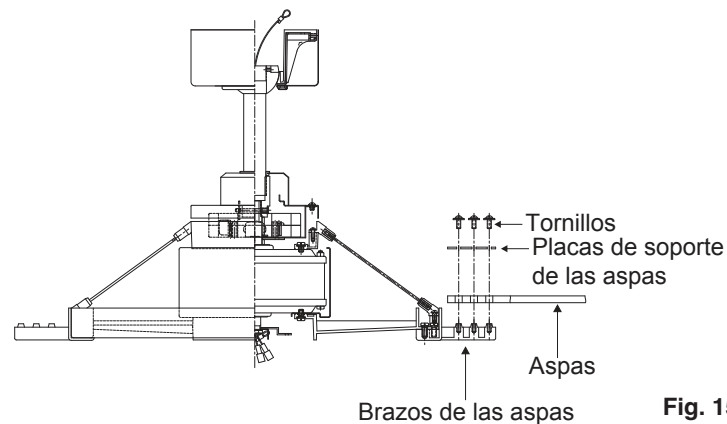

Fig. 15
Paso 1. Alinee los orificios del asa con los orificios del motor y asegure el asa con los tornillos y las arandelas plana proporcionados. (Fig. 15)